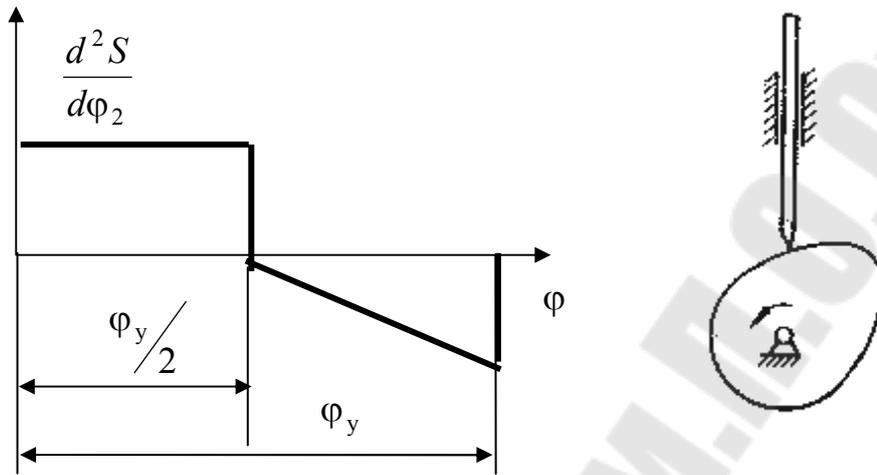

Рис. 6.2
2. Определить перемещение толкателя кулачкового механизма (рис. 6.2) графическим и аналитическим методами при повороте кулачка на угол  $\varphi$ , если угол удаления  $\varphi_y$  и ход толкателя  $h$ , при заданном законе движения толкателя на угле удаления. Исходные данные приведены в табл. 6.2.